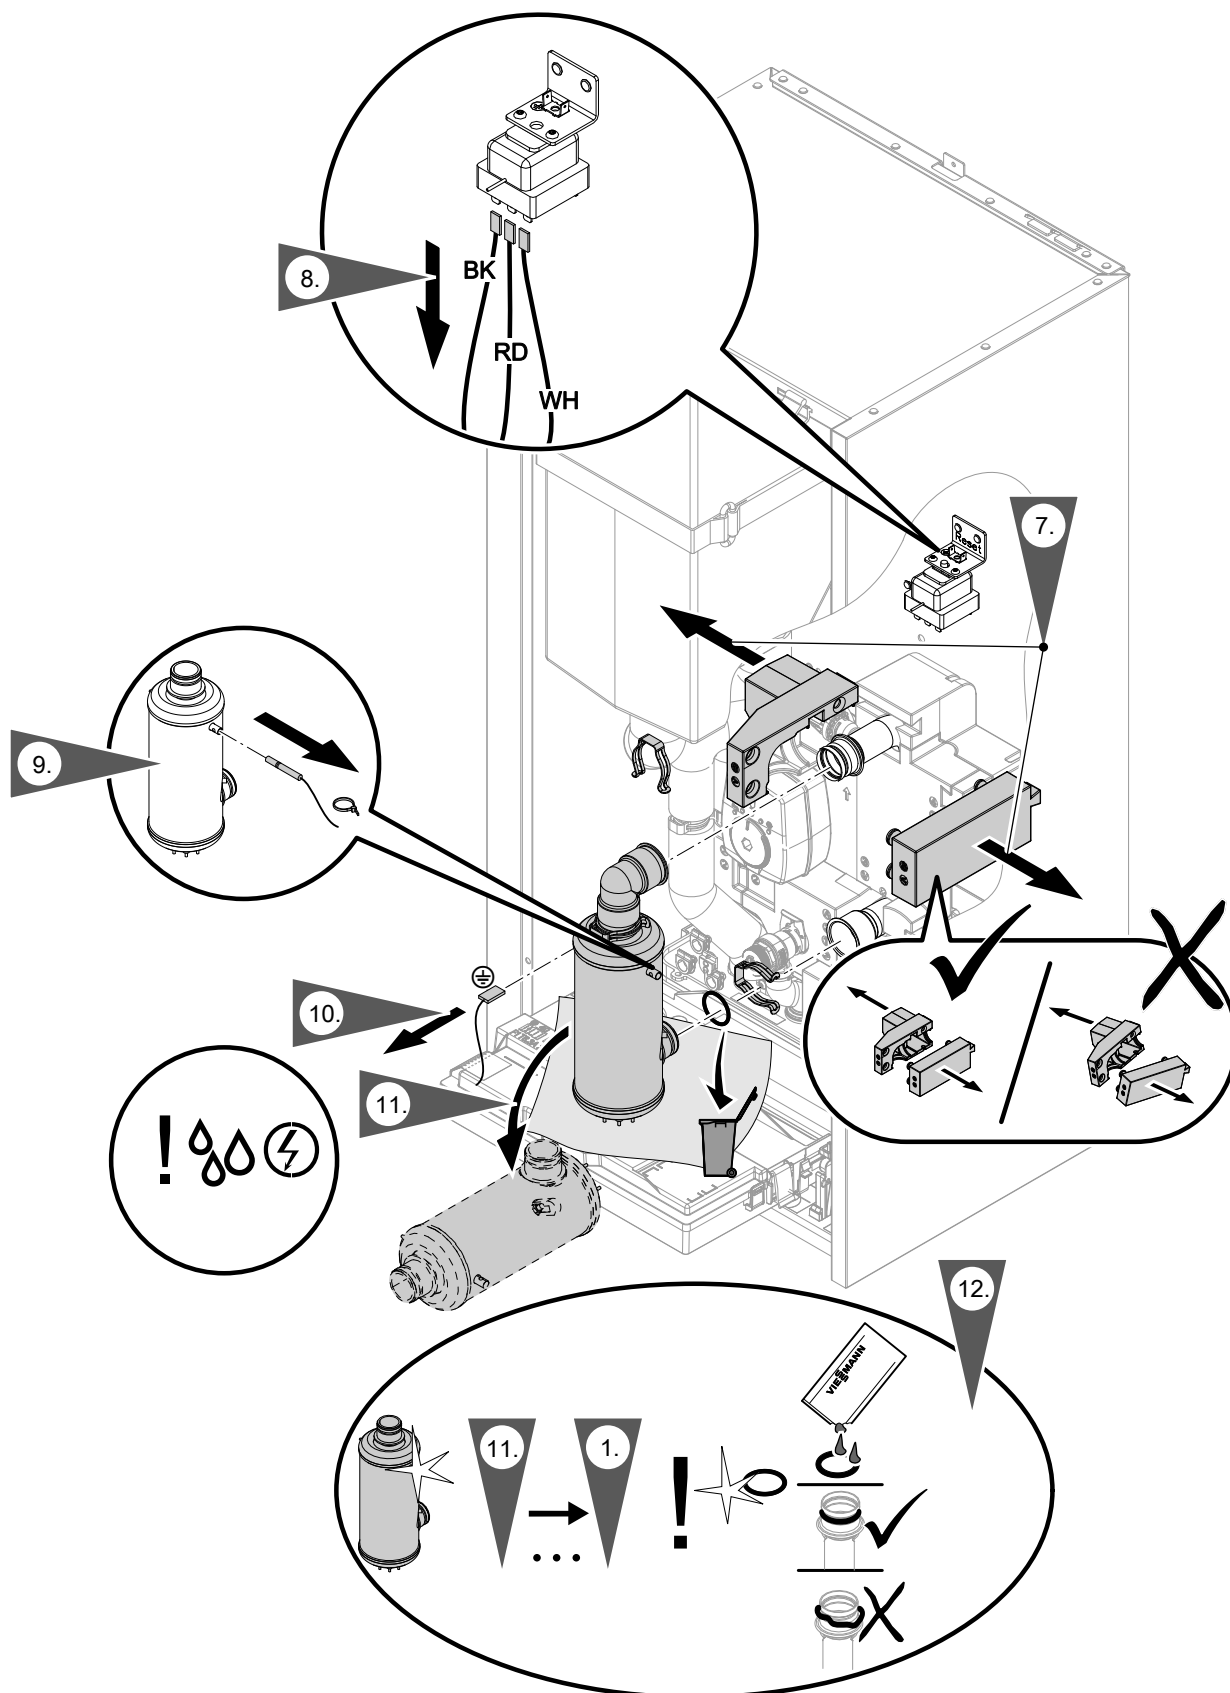

Abb. 93 Farbkennzeichnung der am Sicherheitstemperaturbegrenzer angeschlossenen Adern beachten (gemäß IEC 60757):
- Temperatursensor am Heizwasser-Durchlauferhitzer und elektrische Leitungen am Sicherheitstemperaturbegrenzer: Siehe Abb. 93.